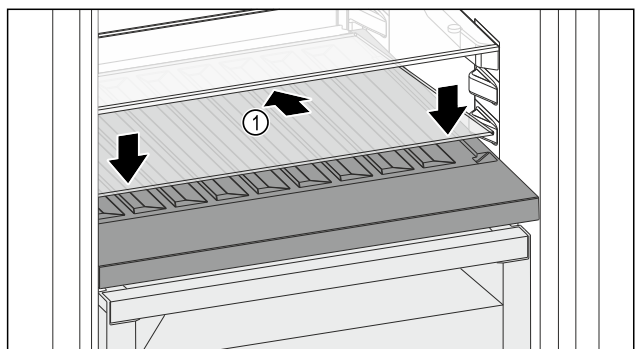

Fig. 125
- Glasplaat Fig. 125 (1) schuin naar achteren en naar beneden plaatsen.
- Glasplaat Fig. 125 (1) aan de voorzijde laten zakken.